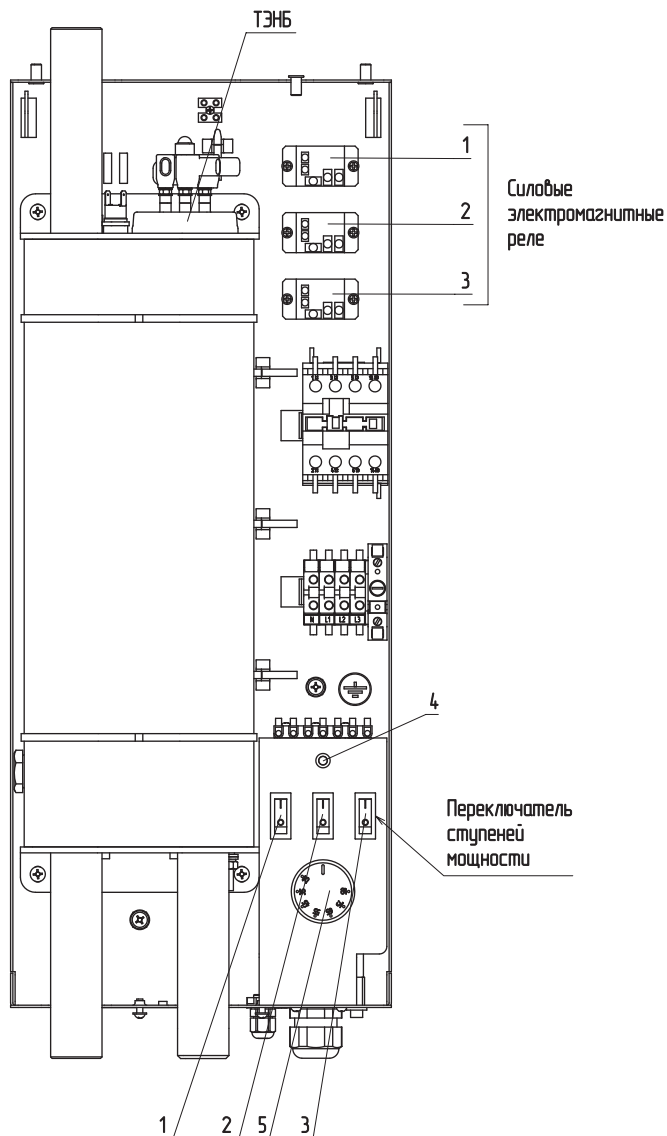

Рис. 2 Органы управления электрического котла
- Загорается индикаторная лампа «СЕТЬ» (**Рис. 2, поз. 4**) информирующая о наличии напряжения на котле.
- Установите необходимую температуру теплоносителя на шкале ручке термостата (**Рис. 2, поз. 5**);
- Включите требуемое количество ступеней мощности в положение включено (I) (**Рис. 2, поз. 1, поз. 2, поз. 3**);